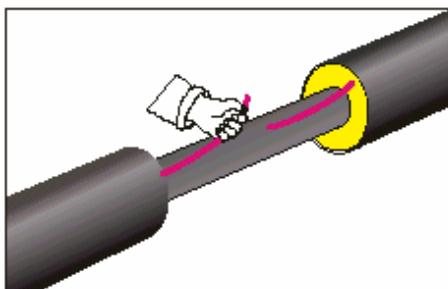

рис.3
3.1.1 Проводи СДКМ вирівняти, зачистити шліфшкуркою (рис.3) і переконатись чи вони не пошкоджені (візуальний контроль та випробування на міцність розтягом).